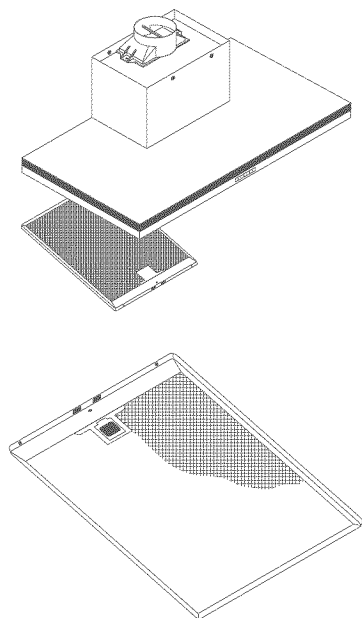

Fig.6 Filtre à graisse
- En fonction de l'usage au moins une fois par mois, démonter les filtres à graisse (Fig. 6), et nettoyer à l'eau chaude et du détergent, ou utilisant le lave-vaisselle, auquel cas, il est recommandé de les placer en position verticale pour éviter le dépôt de déchets alimentaires.